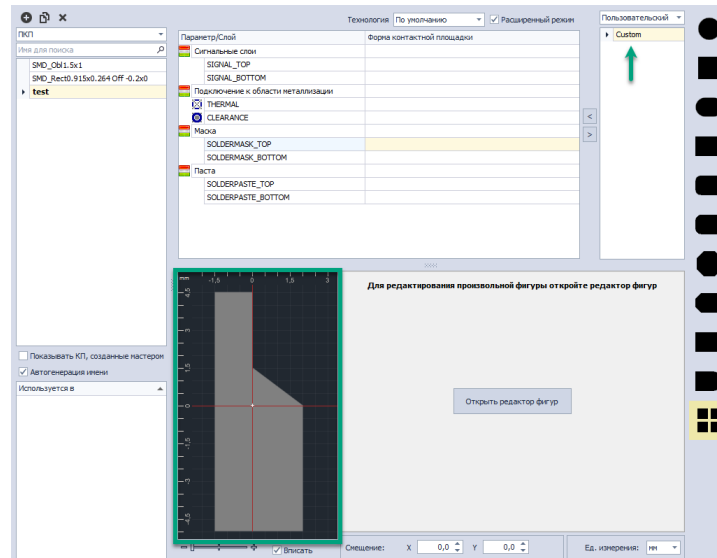

Рис. 59 Фигура произвольной формы доступна в списке фигур
6. Нажать на кнопку «Сохранить», расположенную на панели инструментов «Общие», чтобы сохранить сформированную фигуру. Фигура произвольной формы теперь доступна для использования, см. Рис. 59.